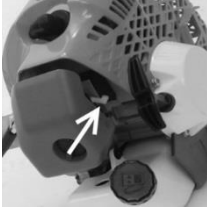

Рисунок 11
- 4.1.7 Установите рычаг воздушной заслонки в среднее положение (рис.11).